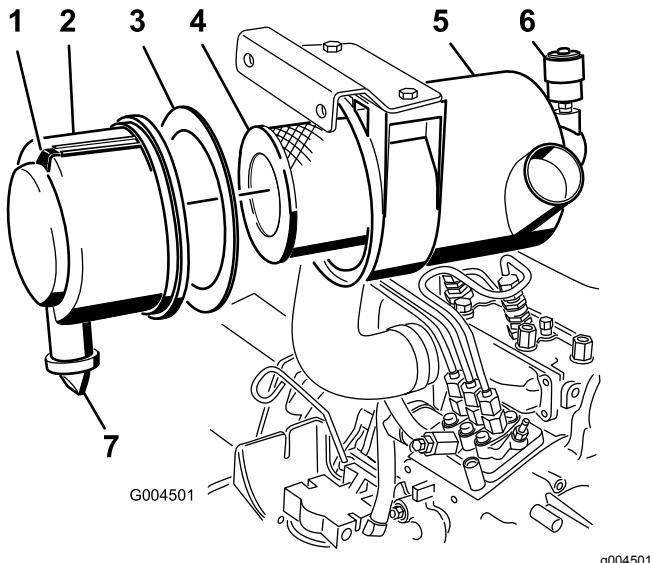

Figura 64
3. Effettuate la manutenzione dell'elemento filtrante quando la spia (Figura 64) diventa rossa, oppure ogni 400 ore (più spesso in condizioni estreme di polvere o morchia).
4. Togliete il filtro primario e sostituitelo (Figura 64).
6. Verificate che la guarnizione in schiuma sintetica sia stata montata nel coperchio e che non sia strappata o danneggiata (Figura 64).
- A. Togliete la valvola di uscita in gomma dal coperchio (Figura 64).
10. Se la spia (Figura 64) è rossa, resettatela.
1. Tirate il fermo verso l'esterno e ruotate il coperchio del filtro in senso antiorario (Figura 64).
2. Togliete il coperchio dal corpo del filtro dell'aria (Figura 64).